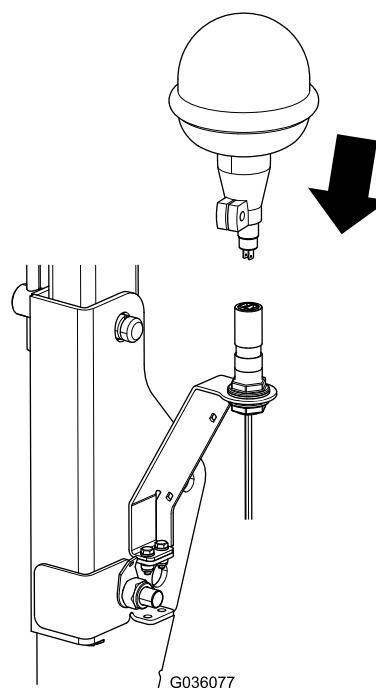

Figura 12
- Montate la luce di segnalazione sul relativo supporto (Figura 12).